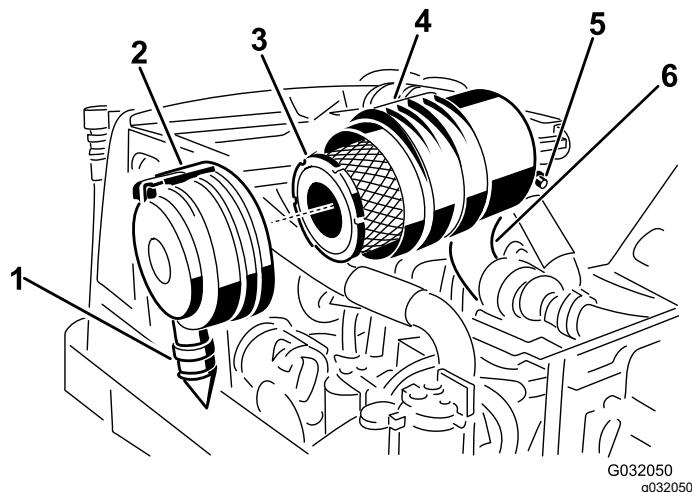

Figure 47
- Déposez le préfiltre (Figure 47).
3. Remplacez le préfiltre (Figure 47).
positions 5:00 et 7:00 heures vu de l'extrémité, puis verrouillez-le en place (Figure 47).